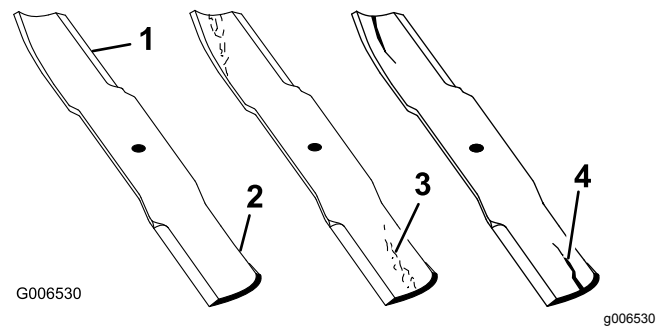

Figura 55
1. Inspeccione los filos de corte (Figura 55).
4. Si observa grietas, desgaste o la formación de una ranura en esta zona, instale inmediatamente una cuchilla nueva (Figura 55).